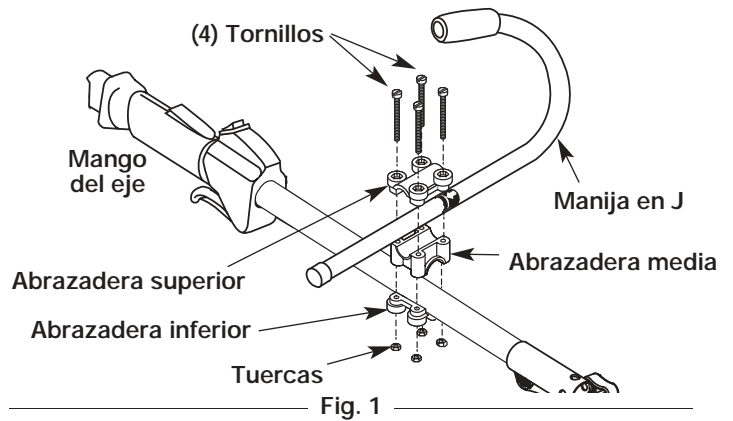

Fig. 1
2. Sostenga la abrazadera inferior a la parte de abajo del bastidor del eje, aproximadamente de 178 a 203 mm (de 7 a 8 pulgadas) del mango del eje (Fig. 1).
3. Coloque la manija en J entre la abrazadera superior y la abrazadera media (Fig. 1).
4. Mientras sostiene las tres piezas juntas, instale los cuatro (4) tornillos a través de la abrazadera superior en la abrazadera media.